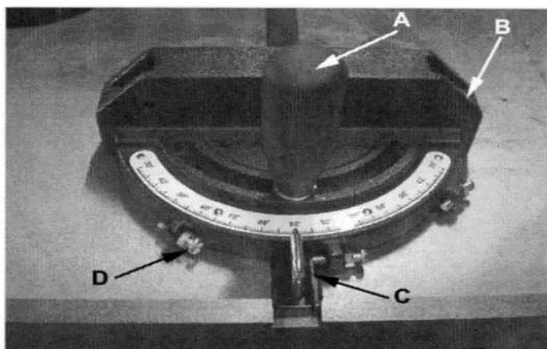

Рис.12
1. Чтобы воспользоваться шкалой, ослабьте стопорную ручку (А, Рис. 12) и поверните корпус угломера (В, Рис. 12) под желаемым углом. Чтобы перемещать угломер за ограничители указателей шкалы до 45° или 90°, поставьте в нижнее положение планку (С, Рис. 12).
2. Отрегулируйте ограничители, поворачивая один из трех регулировочных винтов (D, Рис. 12).